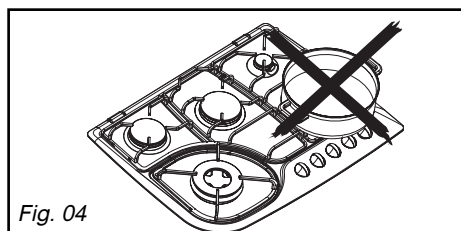

Fig. 04
– Não utilize recipientes que cubram parcialmente os botões (Fig. 04).